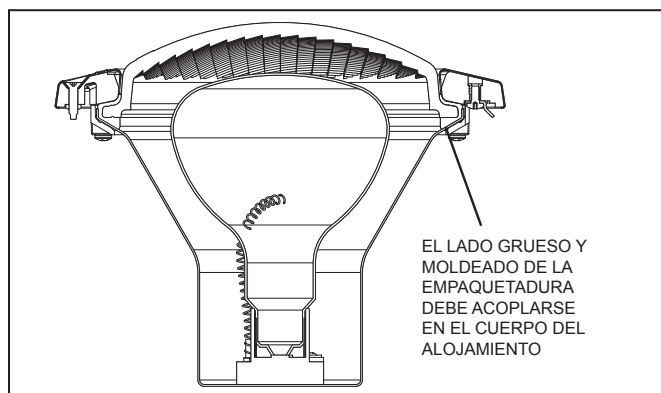

Figura 11. Plano transversal de la luz blanca Jandy Pro Series para piscinas
- b. Mientras sostiene la luz hacia arriba, coloque el lente de vidrio con la empaquetadura encima de la luz. Tenga en cuenta que la empaquetadura del lente no tiene forma simétrica. Por eso, se debe instalar correctamente de manera que el lente quede sellado en el compartimento de la luz. Coloque la empaquetadura sobre el lente de manera que el lado grueso de la empaquetadura se acople al compartimento durante la instalación del lente. Véase Figura 11.